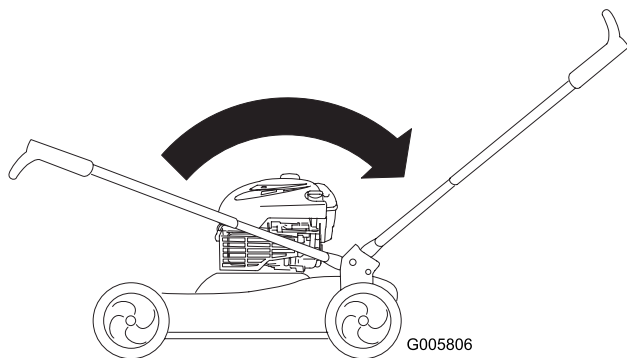

Bild 5
3. Drehen Sie den Griff nach hinten (siehe Bild), bis er einrastet (Bild 5).